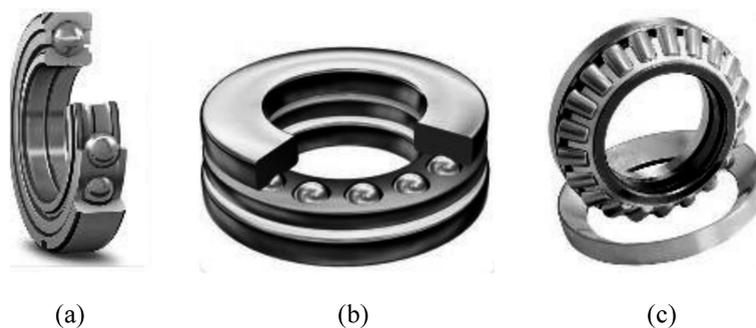

图 20-1 按承受载荷方向分类
(1) 向心轴承：向心轴承主要承受径向载荷。标准的向心球轴承里有一个深沟结构，如图 20-1 (a) 所示，可以承受来自任意方向上的径向载荷和较小轴向载荷，广泛应用于普通工业、汽车行业、农业、化工业和家用电器行业。
(2) 推力轴承：推力轴承只承受轴向载荷，常用的有推力球轴承和推力滚子轴承。推力球轴承采用高速运转时可承受推力载荷的设计，由带有球滚动的滚道沟的垫圈状套圈构成，如图 20-1 (b) 所示。
(3) 向心推力轴承：向心推力轴承同时承受径向和轴向载荷，主要用于同时具有径向、轴向载荷传动轴的安装、固定之中。为了有效消除来自转动体两端的轴向力，轴承必须面对面或背靠背安装于转动体两端。如图 20-1 (c) 所示为圆锥滚子轴承。